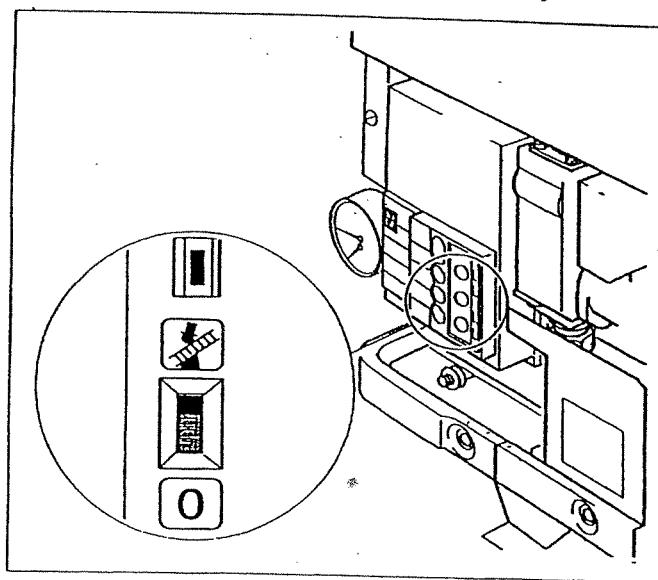

Fig. 29 Interruttore "spazzacamino"
- ◆ Spostare l'interruttore "spazzacamino" (Fig. 29) nella posizione con il simbolo dello spazzacamino.